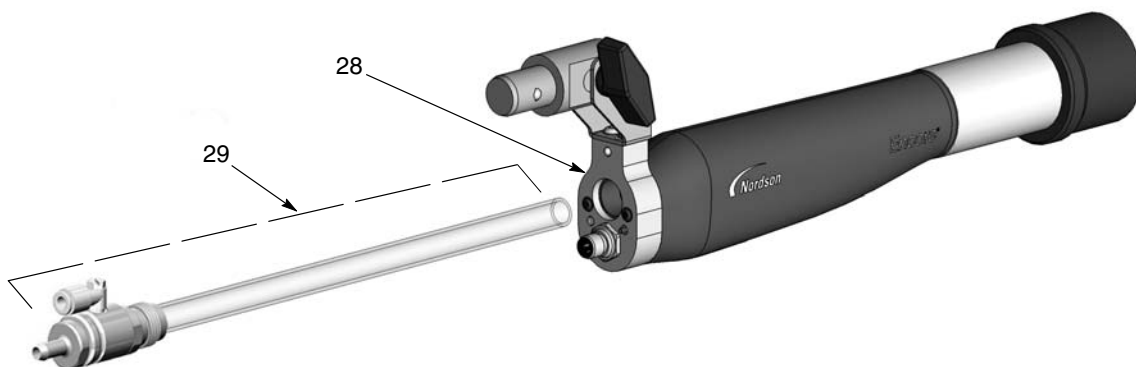

Figure 7-1 Remplacement du tube à poudre
19. Voir la figure 7-1. Monter le tube à poudre (22) dans l'adaptateur (30) avec un mouvement de torsion pour insérer le tube à travers le joint torique interne jusqu'à ce qu'il soit bien en place.